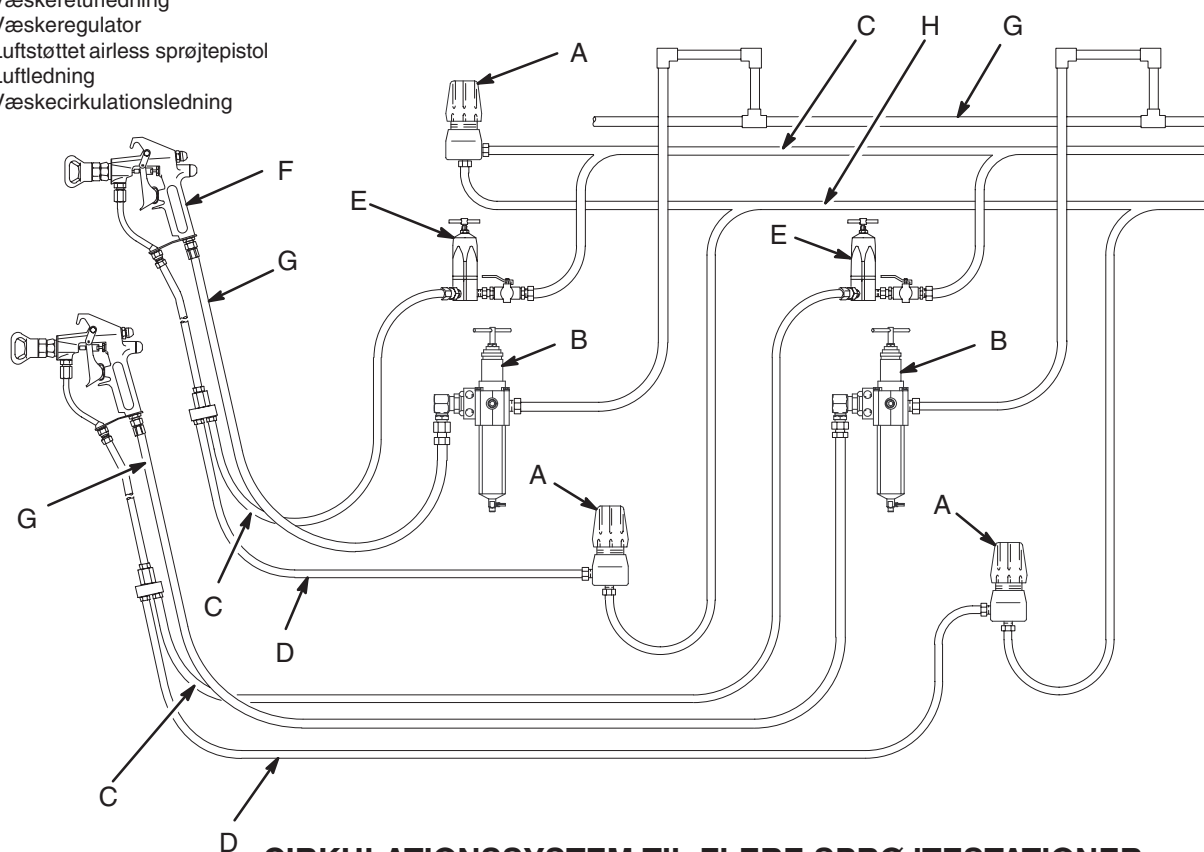

Fig. 2
4. Hvis der anvendes mere end én sprøjtestation, skal der monteres en returtryksregulator (A) i cirkulationsledningen (H) efter den sidste sprøjtestation for at opretholde tilstrækkeligt tryk i systemet. Anvendelsen af flere cirkulationssprøjtestationer vises på Fig. 2.